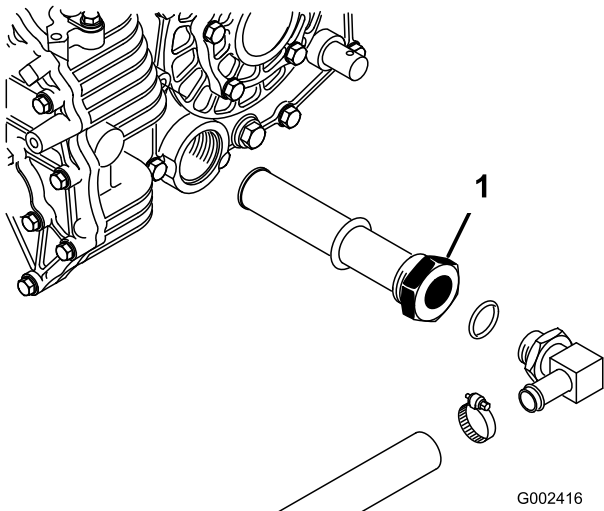

Figura 73
3. Observe la orientación del tubo hidráulico y del codo de 90° conectado al filtro en el lateral del depósito (Figura 73). Retire el tubo hidráulico y el codo de 90°.